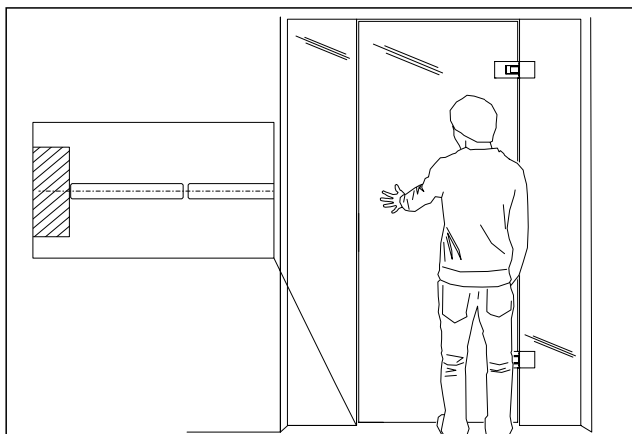

Рис. 34 Идеальное нулевое положение от створки стеклянной двери до боковой панели
2. Приведите створку стеклянной двери в идеальное нулевое положение (Рис. 34).